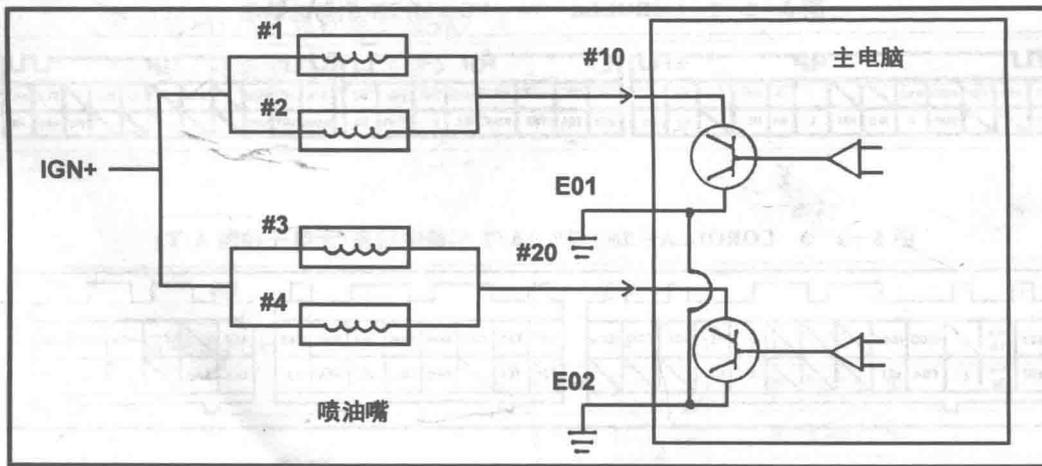

图 5-2-9 喷油嘴控制电晶体搭铁线路
(1)线路说明: E01 和 E02 管脚直接与车身搭铁,参考图 5-2-9。